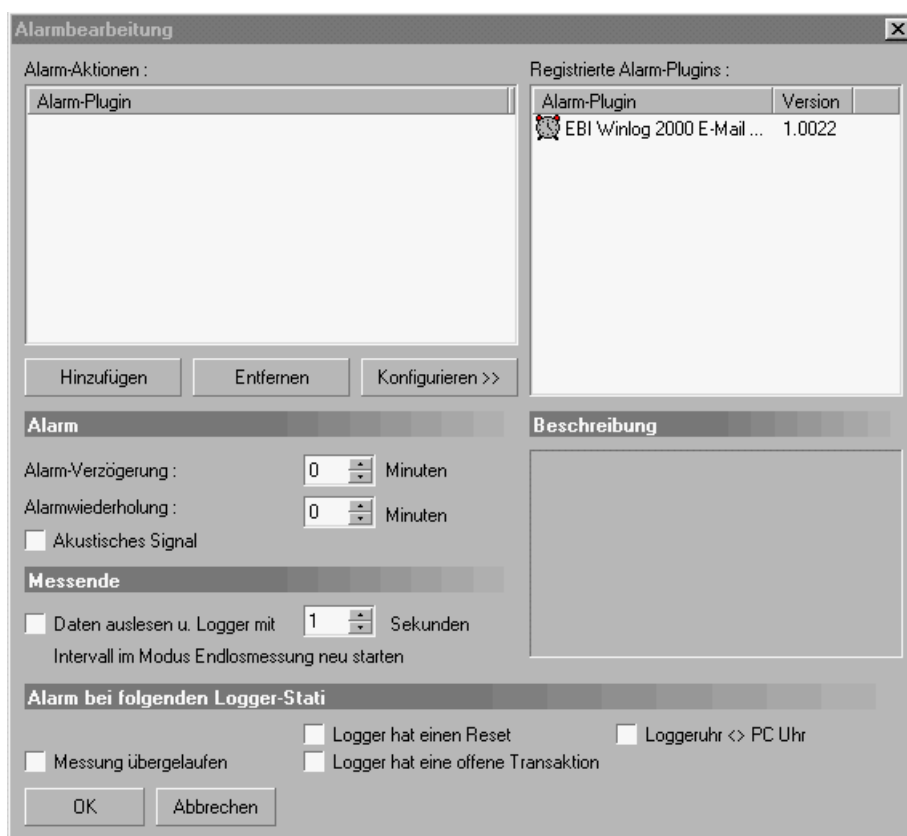

Abb. 238 Scheduler: Alarmsteuerung
- Alarmsteuerung: Die Messwerte des Loggers werden überwacht. Falls die Messwerte außerhalb der programmierten Grenzwerte liegen wird ein Alarm ausgelöst. Sie können das Alarmverhalten von *WINLOG 2000* in diesem Dialog festlegen (siehe Abb. 238).